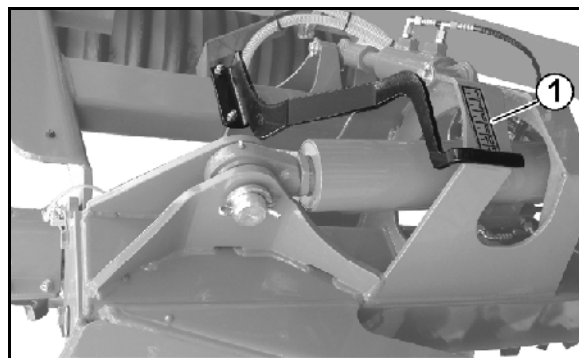

Рис. 35
- Контроль заданной рабочей глубины осуществляется с помощью нанесенной на боковой раме шкалы (Рис. 35/1).